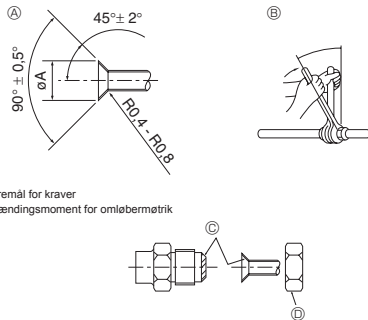

Fig. 5-1
Ⓐ (Fig. 5-1)
Ⓑ (Fig. 5-1)
5.2. Forbindelsesrør (Fig. 5-1)